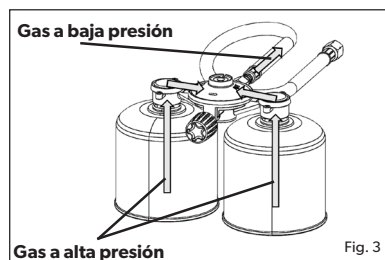

Fig. 3
- Gire el mando de control del Dual Power Pak hacia la izquierda para aumentar el caudal de gas (fig. 3).